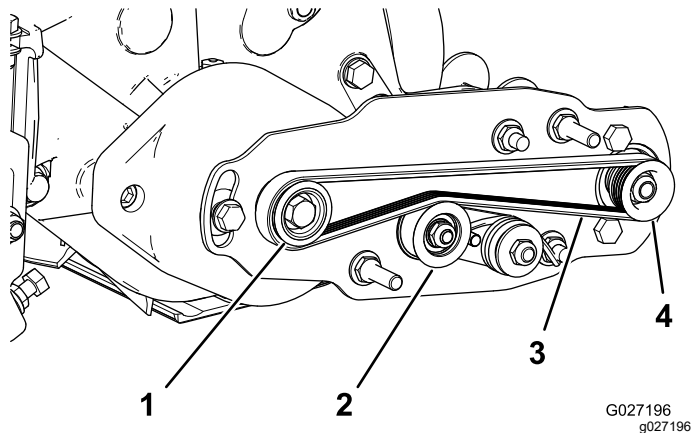

图 14
- 先缠绕**驱动**皮带轮周围的皮带然后再缠绕**怠轮**皮带轮顶部上方的皮带 图 14。